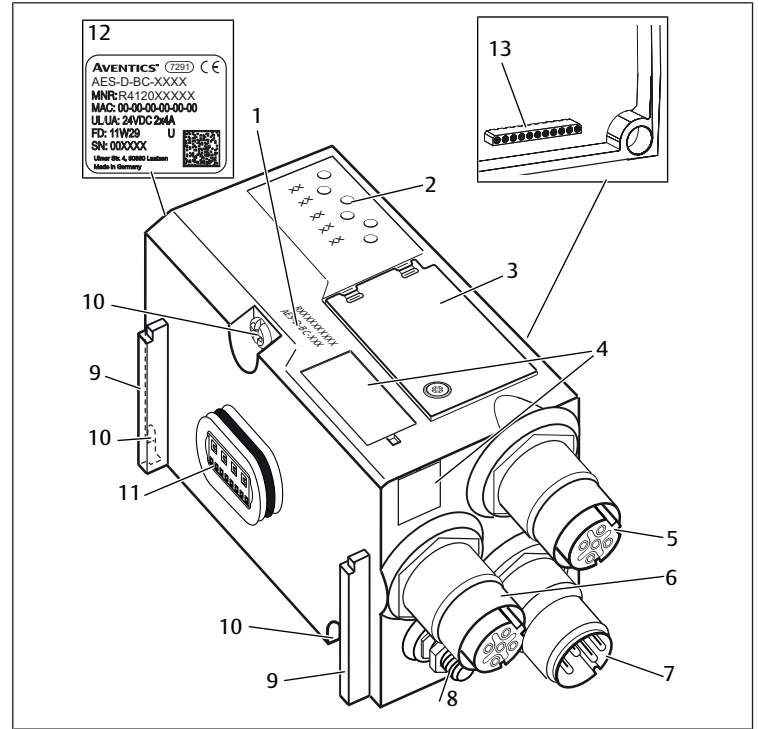

Fig. 3: Accoppiatore bus
5. Svitare le viti di fissaggio (vedere Fig. 3: Accoppiatore bus (10)). Azionamento consigliato: Ejot TORX PLUS®/AUTOSERT® 20IP
2. Montare le targhette per dicitura del vecchio accoppiatore bus su quello nuovo oppure munire di dicitura il campo per identificazione apparecchiatura (vedere Fig. 3: Accoppiatore bus (4)) sul nuovo accoppiatore bus.
3. Regolare i selettori del nuovo accoppiatore bus analogamente a quelli del vecchio accoppiatore. Per farlo, aprire la finestrella di controllo (vedere Fig. 3: Accoppiatore bus (3)) e richiuderla facendo attenzione alla corretta posizione delle guarnizioni.
5. Inserire le tre viti di fissaggio (vedere Fig. 3: Accoppiatore bus (10)) nei fori passanti sul lato sinistro dell'accoppiatore bus ed avvitarle. Coppia di serraggio: 1,5 Nm–1,8 Nm con azionamento Ejot TORX PLUS®/AUTOSERT® 20IP